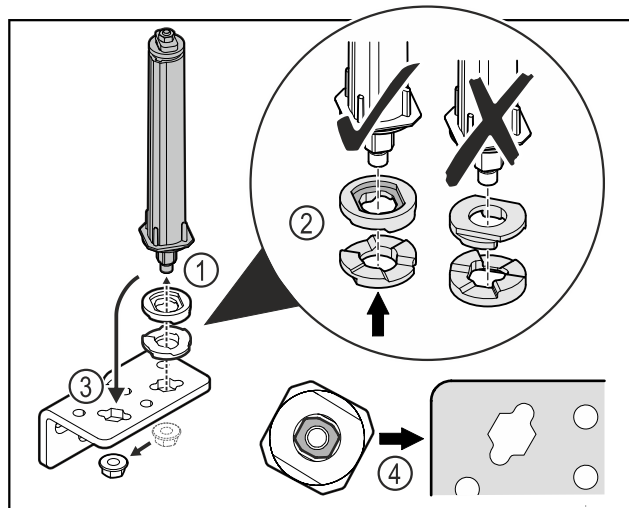

Fig. 40
- ▶ Lironi dado dhe hiqni sistemin e mbylljes së derës Fig. 40 (1).
- ▶ Bëni kujdes për orientimin e saktë të rondelave të rregullimit të lartësisë Fig. 40 (2).
- ▶ Ktheni sistemin e mbylljes së derës në profilin e menteshës në anën tjetër dhe shtrëngojeni atë me dado Fig. 40 (3).
- ▶ Gjatë vendosjes, bëni kujdes për orientimin e saktë të sistemit të mbylljes së derës Fig. 40 (4).